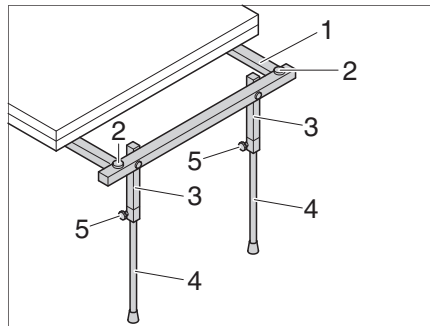

Bild 116 Abstützungen senkrecht stellen
- Ggf. zur Stabilisierung der Tischplatte Teleskopstützen (Bild 116,3 und 4) ausfahren.